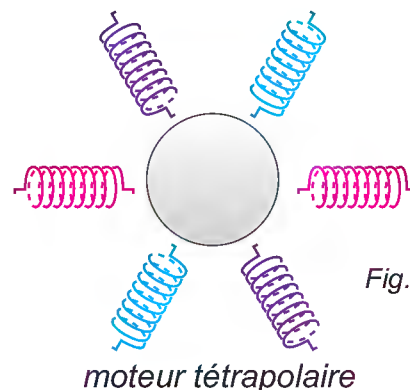

Fig. 12
- ✎ Alors que si les trois bobines sont divisées en deux demi-bobines et si elles sont placées l'une en face de l'autre (fig.12), le champ magnétique effectue alors 25 tours par seconde soit $(f/2)$;
- ✎ La figure 12 représente le schéma d'un moteur **tétrapolaire** :son stator produit quatre pôles quand les trois bobines sont alimentées (chaque bobine est composée de deux demi-bobines).